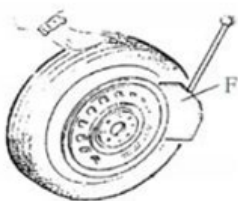

Fig 5
Asigurați-vă că ați evacuat complet tot aerul din anvelopă; așezați anvelopa sprijinită de tamponul de cauciuc (S). Aduceți lopata (F) în contact cu talonul, la aproximativ 10 mm de marginea jantei ca în Fig. 5. Apăsăți pedala separatorului de talon al anvelopei (U) pentru a împinge paleta în anvelopă. Repetați operațiile de mai sus în diferite poziții în jurul anvelopei și pe ambele părți ale acesteia până când talonul anvelopei este complet desprins. (Fig 5.)